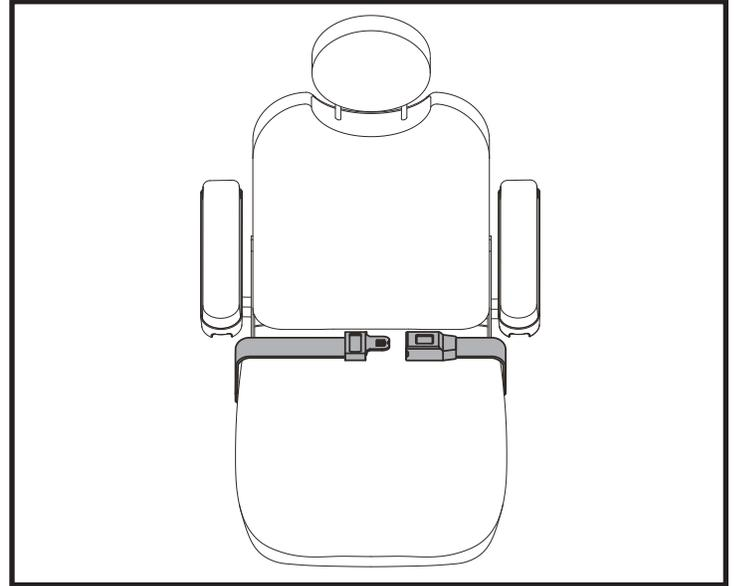

Bild 20. Einstellung des Haltegurts
Ihr Elektrorollstuhl ist unter Umständen mit einem Haltegurt ausgerüstet, der zum Komfort des Bedieners verstellt werden kann. **Siehe Bild 20.** Der Haltegurt ist dazu entwickelt, den Bediener zu stützen, so dass dieser nicht den Sitz herunter oder nach vorne rutscht. Der Haltegurt ist nicht zum Gebrauch als Rückhalteeinrichtung geeignet.
1. Nach dem Einsetzen stecken Sie die Metallasche an einer Seite des Gurtes in das Plastikgehäuse auf der gegenüberliegenden Seite, bis Sie einen Klick hören. **Siehe Bild 20.**